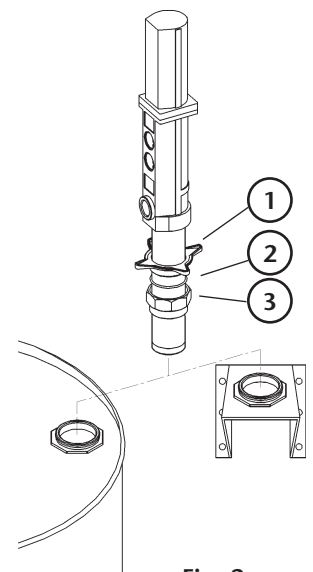

Fig. 2
These pumps can be mounted directly on drums or on a wall bracket fitted with a 2" bung (Fig 2). Loose the star nut (1) of the bung adaptor to remove the lower nut (3), and screw this into the 2" bung opening of the drum or bracket. Place the star nut (1) and the split ring (2) on the suction tube. Slide the pump through the opening and fasten the assemble at the desired height by tightening the star nut (1).
Las bombas pueden ser montadas directamente sobre bidones o sobre un soporte mural que dispongan de rosca 2" BSP H (Fig. 2). Afloje la tuerca en estrella (1) del adaptador para extraer la parte inferior del mismo (3) y rosca en el brocal de 2" del bidón o del soporte. Coloque la tuerca en estrella (1) y el anillo (2) del adaptador en el tubo, introduzca la bomba por el brocal y apriete el conjunto a la altura deseada.
Les pompes peuvent être installées directement sur fût ou sur un support mural muni d'un raccord 2" BSP (F) (Voir Fig. 2). Desserrer le raccord en étoile (1) de l'adaptateur pour extraire la partie inférieure de ce dernier (3) et la fixer à l'orifice 2" du fût ou du support. Placer le raccord en étoile (1) ainsi que l'anneau (2) de l'adaptateur dans le tube et introduire la pompe par l'orifice du fût ou du support en serrant l'ensemble des éléments à la hauteur désirée.